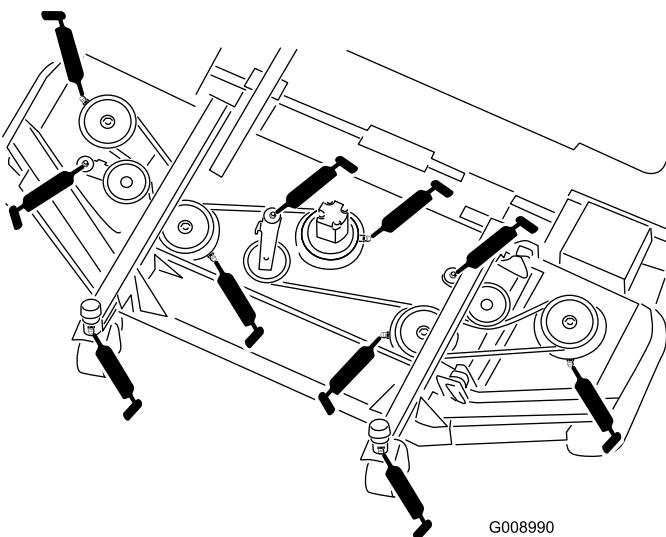

Figura 52
- 2 casquillos del eje de la horquilla de la rueda giratoria (Figura 52)
- 5 casquillos del eje de la rueda giratoria (ubicados en la carcasa) como se muestra en Figura 52
- 3 casquillos del pivote del brazo libre (ubicados en el eje del brazo libre) como se muestra en Figura 52